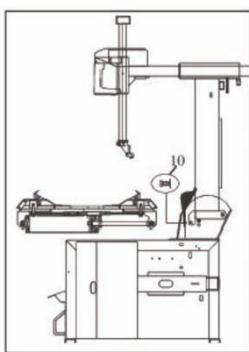
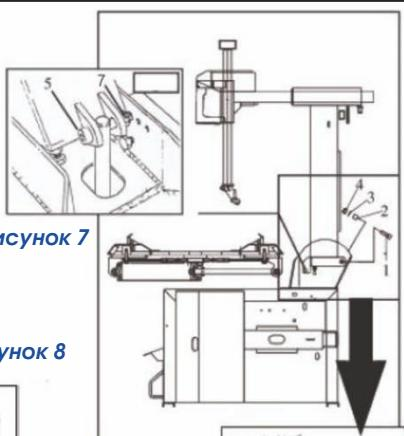

Рисунок 7
Рисунок 6
Установите задний соединительный штифт (1), шайбы (2) и затяните болты (3) (рисунок 6). Вставьте штифт (5), для фиксации колонны с цилиндром откидной колонны (рисунок 7).